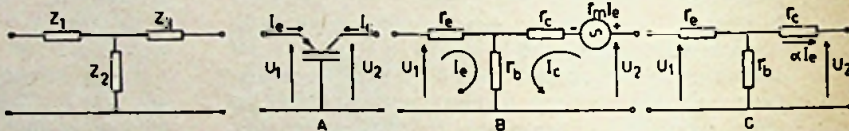

Fig. 3
vangingschema tekenen als in fig. 3 is gegeven, waarbij de versterkende eigenschap van de transistor is uitgedrukt in een generatortje in de collector-keten.
De schakeling van fig. 3 is de basis-schakeling (A) met in (B) het vervangings-schema met spanningsgenerator en in (C) het vervangings-schema met een stroomgenerator.